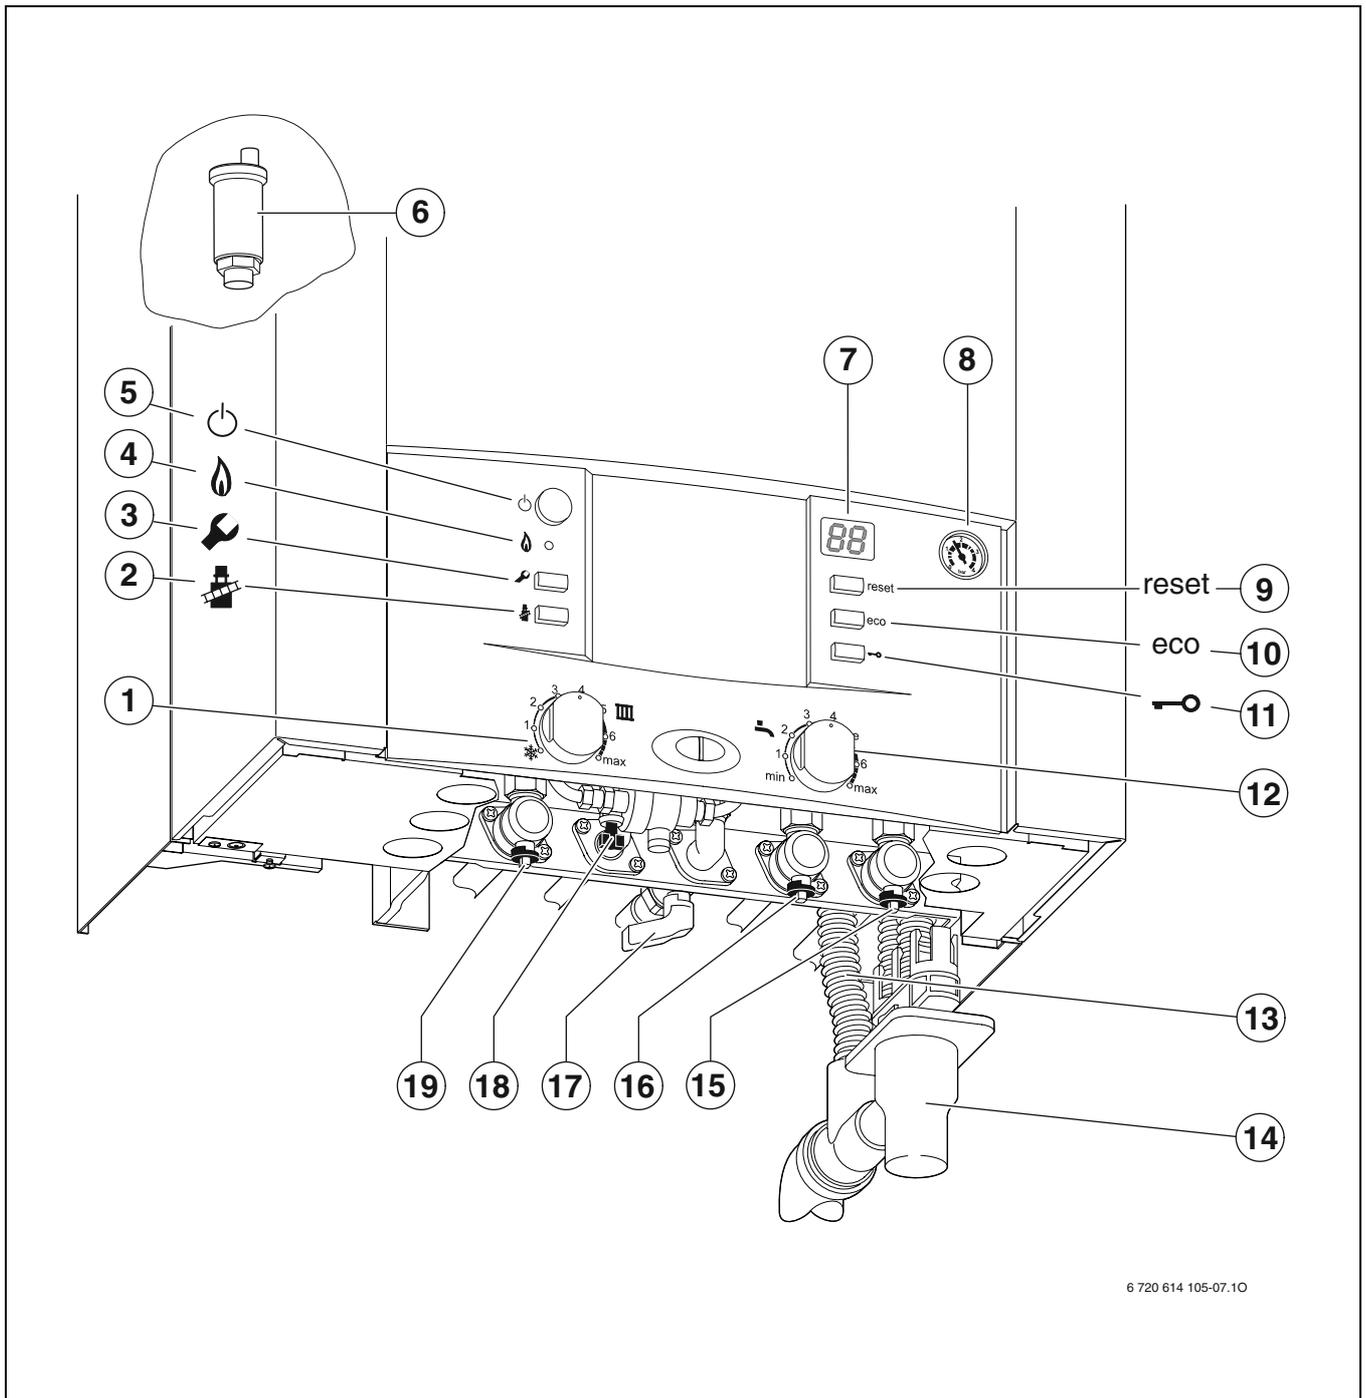

Fig. 25 Vista caldaia con accessorio DOS GA 5/18
- Aprire il rubinetto di acqua fredda (→ pos. 17).
- Riempire l'impianto di riscaldamento a 1 - 2 bar tramite il dispositivo di riempimento incorporato (pos. 19, fig. 25) e chiudere il rubinetto di riempimento.